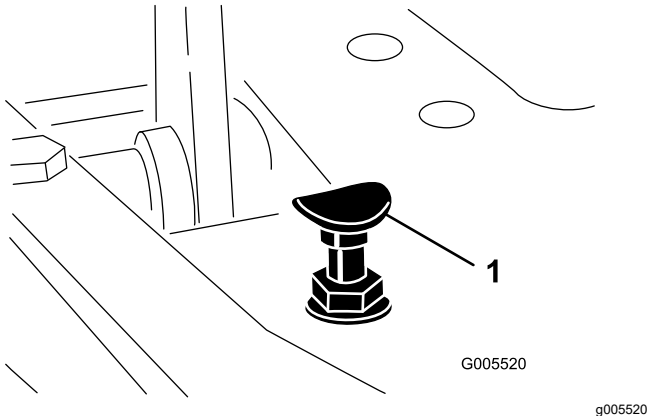

图 47
要获得最大行驶速度请将功能控制杆放在行驶位置并踩下驱动踏板。如果在拉线感到张紧力之前踏板接触到限位器图 47 请执行以下调节程序
1. 将功能控制杆放在行驶位置松开将踏板限位器固定至底板上的锁紧螺母图 47。